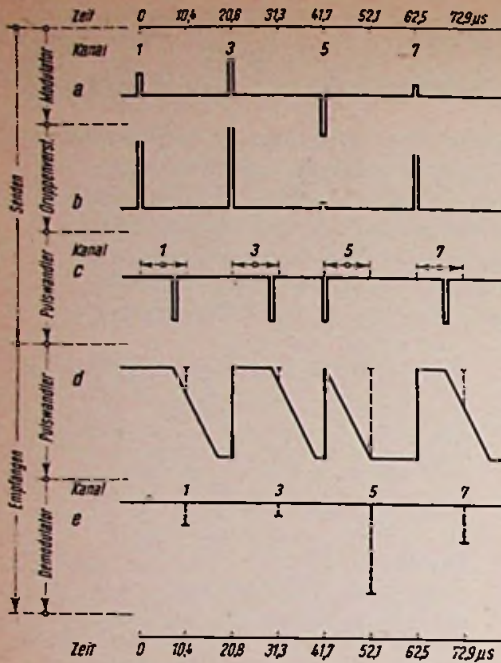

Bild 4. Impulsformen im PPM-Modulations- und Demodulationsgestell
Für die Hilfsspannungen ist ein quarzstabilisierter 48-kHz-Puls-generator mit nachgeschaltetem Frequenzteiler 48 : 8 und Phasenschieber vorgesehen. — Das im Fernsprechverkehr zu übertragende Gleichstromzeichen betätigt ein jedem Modulator zugeordnetes Telegrafengerät. Dieses bewirkt, daß während der Dauer des Zeichens die Kanalimpulse die größtmögliche negative Amplitude erhalten, d. h. die größtmögliche zeitliche Vorversetzung des Impulses wie Kanal 5 in Bild 4. Diese direkte Zuführung der Ruf- und Wahlzeichen ohne jedes Umsetzen ist einer der großen Vorzüge des PPM-Systems. Grundsätzlich arbeitet die PPM-Anlage pro Sprechkanal als Vierdrahtverbindung; Ein- und Ausgangspegel entsprechend den normalen Werten im Drahtsprechverkehr, so daß PPM-Anlagen in jedes Drahtfern-sprechnetz beliebig eingefügt und auch Teilstücke von Wechselstrom-Telegraf-einrichtungen (WT) bilden können; ein Sprechkanal kann bis zu 24 WT-Kanäle tragen.